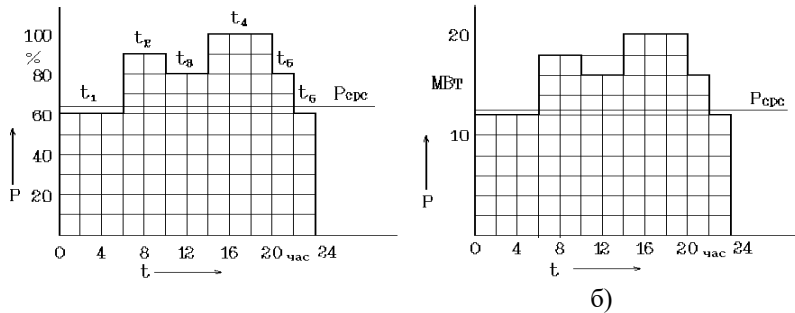
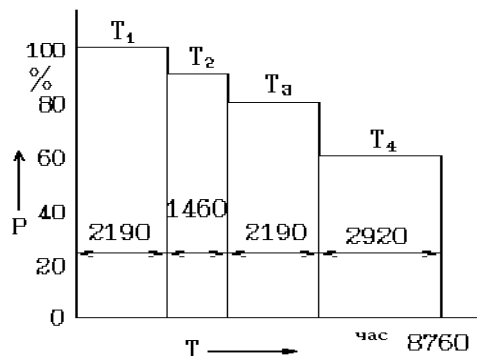

Рисунок 2.1 - Суточные графики нагрузок
Рисунок 2.2 - Годовой график продолжительности нагрузок
2) среднесуточную нагрузку  $P_{cpc}$ , МВт и показывают ее на суточном графике нагрузок (рисунок 2.1):
Затем строят годовой график нагрузки по продолжительности для заданной промышленности. Обычно для каждого потребителя в справочной литературе приводится несколько суточных графиков, характеризующих работу потребителя в разное время года и в разные дни недели. Это типовые графики зимних и летних суток для рабочих дней, график выходного дня и т.д. Основным является зимний суточный график рабочего дня. Его максимальная нагрузка  $P_{max}$  принимается за 100% и ординаты всех остальных графиков задаются в процентах относительно этого значения (рисунок 2.1):
Годовой график по продолжительности нагрузок показывает длительность работы подстанции в течение года с различными нагрузками. По оси ординат откладывают нагрузки в соответствующем масштабе, по оси абсцисс – часы года от 0 до 8760 час. Нагрузки на графике располагают в порядке их убывания от  $P_{max}$  до  $P_{min}$  (рисунок 2.2):
Например, продолжительности ступеней годового графика нагрузки (рисунок 2.2), построенного по суточному графику (рисунок 2.1):